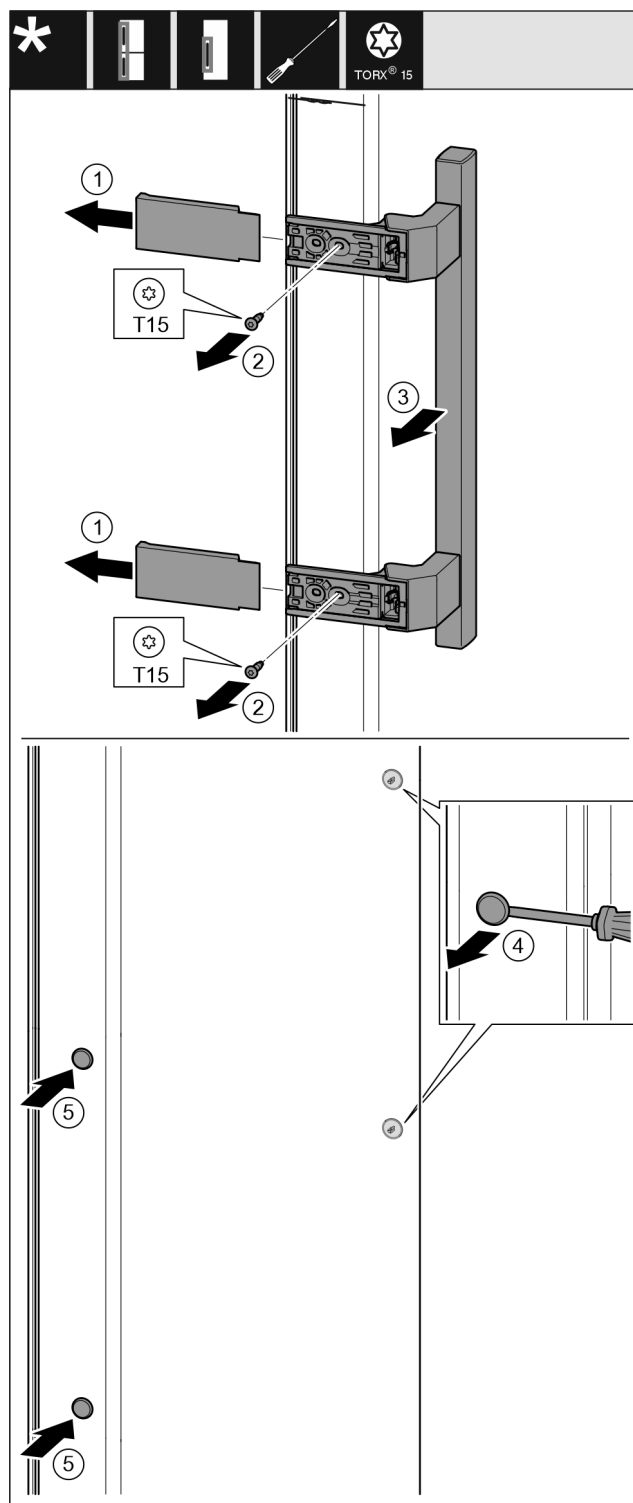

Fig. 19
- Retirer le recouvrement. Fig. 19 (1)
- Dévisser les vis avec un tournevis Torx 15. Fig. 19 (2)
- Retirer la poignée. Fig. 19 (3)
- Soulever et retirer avec soin le cache latéral avec un tournevis plat. Fig. 19 (4)
- Replacer le cache de l'autre côté. Fig. 19 (5)